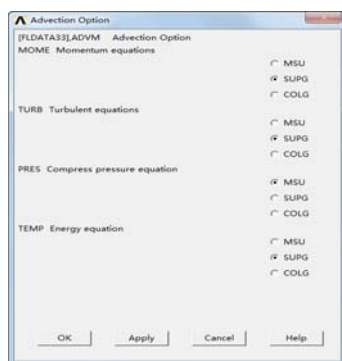

图 7-27 “Advection Option” 对话框
⑤ 依次选择 Main Menu → Solution → FLOTTRAN Set Up → Advection，会弹出“Advection Option”对话框，如图 7-27 所示，确认“MOME Momentum equations”后要选择“SUPG”，其余采用默认设置，单击“OK”按钮关闭该对话框。